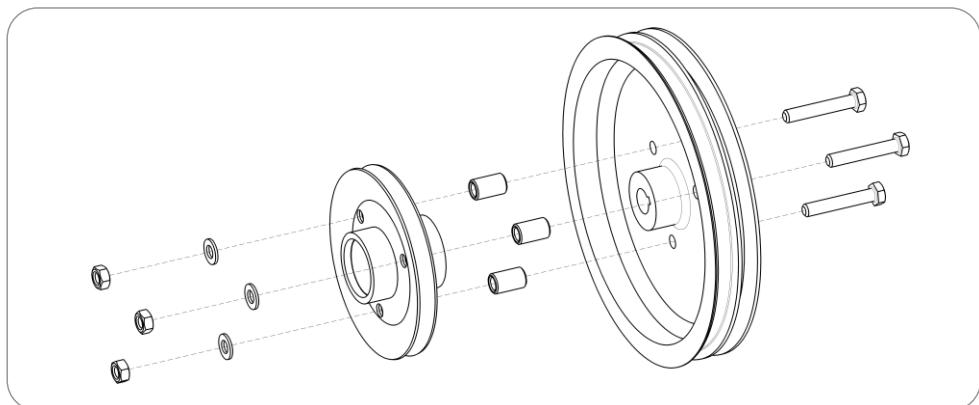

Рис.2 - Установка ведущего шкива (для МБ «Каскад» и пр.)
- Для мотоблоков, со сплошным шкивом, типа «Ока», «Нева», «Каскад» и пр. разметьте центры отверстий в шкиве по прилагаемой планшайбе (рис.2). Просверлите отверстия Ø 10-11мм. Прикрутите ведущий шкив к шкиву мотоблока при помощи болтов M10x70 и распорных втулок (рис.2), планшайбу допускается не устанавливать.